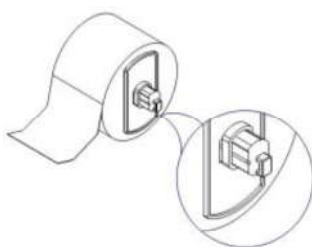

图 2.2.4
- 将纸卷装在纸卷支撑杆上，并在纸卷两边各加上一个逼纸板（见图 2.2.4）；